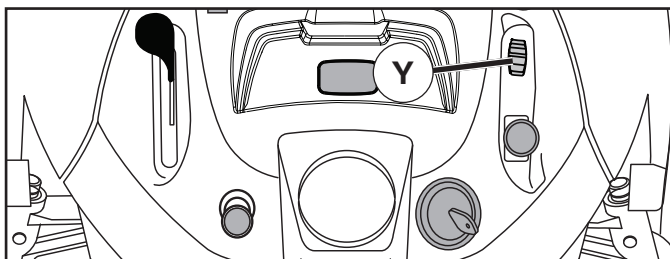

Fig.9
CÓMO USAR EL CONTROL DEL CIERRE DIFERENCIAL (Y) (Ver la Fig. 9)